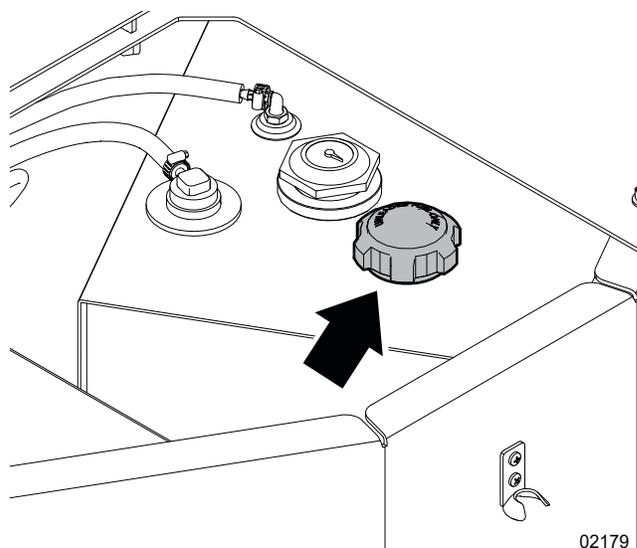

Figure 15–Bouchon du réservoir de carburant (BXT4224)
3. Nettoyez la zone autour du bouchon de du réservoir de carburant. Consultez la *Figure 15*.